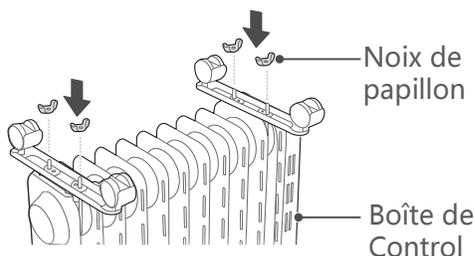

figure 2
3. Comme le montre la figure 2, deux ensembles de composants de roue sont serrés avec quatre papillons d'arachide. Installez solidement puis placez le radiateur en position: placez simplement les roues au sol.